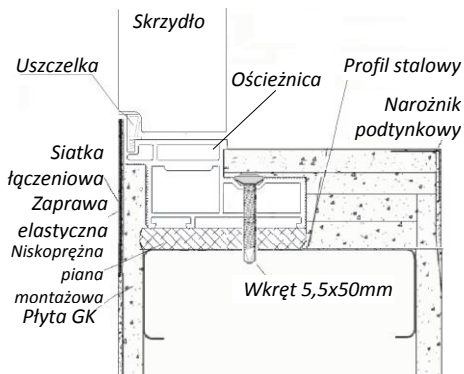

Rys. 24.
- 9) Zabezpieczyć ościeżnicę taśmą samoprzylepną o podłożu klejowym nie zawierającym rozpuszczalników. **UWAGA!** Przy zastosowaniu taśmy zabezpieczającej stosować taśmę o podłożu klejowym bez zawartości rozpuszczalników, która nie powinna mieć właściwości mocno przywierających i lepkich. Taśmę stosować zgodnie z zaleceniami producenta taśmy. Taśmę nakleić tylko na czas obróbki i przestrzegać zasady natychmiastowego jej zdejmowania po wykonanej obróbce (w przeciwnym razie taśma może być niemożliwa do usunięcia bez uszkodzenia zabezpieczanego elementu). Podczas zdejmowania taśmy należy wykonywać tę czynności powoli, ze szczególną ostrożnością, unikając gwałtownych ruchów. Przestrzeń pomiędzy ościeżnicą a ścianą wypełnić niskoprężną pianą montażową (**UWAGA!** Niskoprężną pianę montażową należy stosować zgodnie z zaleceniami producenta piany) (Rys. 24). Po zastygnięciu niskoprężnej piany montażowej usunąć kliny montażowe i wypełnić miejsca po klinach niskoprężną pianą montażową. Po zastygnięciu niskoprężnej piany montażowej (czas utwardzania podany przez producenta piany) usunąć jej nadmiar.